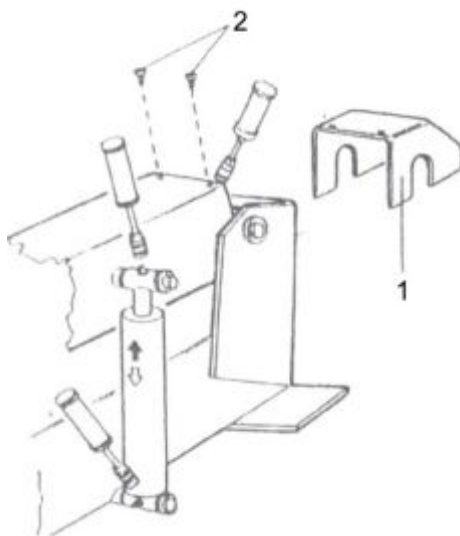

Рисунок 12
- смазку маслом подъемного цилиндра рычага и его шарниров. Добавляйте масло через ниппели (рисунок 12), используя обычное масло для смазки.